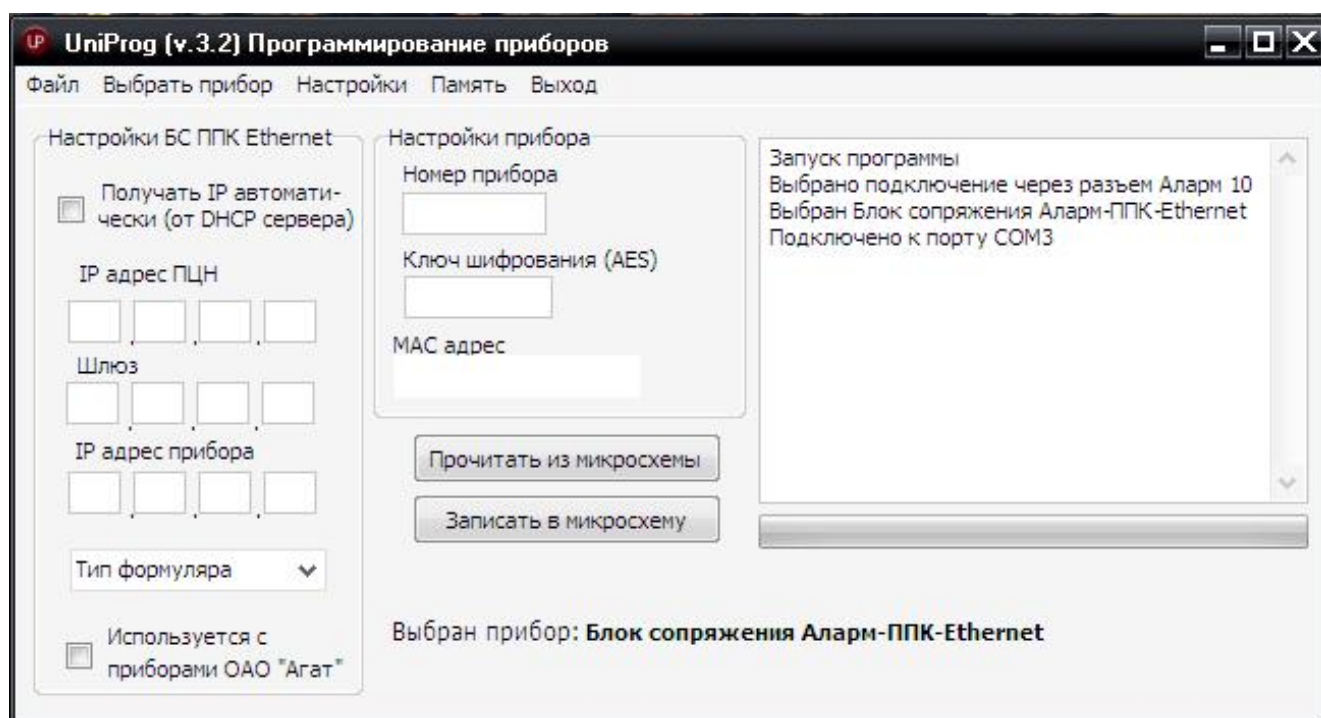

Рисунок 10
2.6.1 Заполните поле «Настройки БС ППК Ethernet» (рисунок 10). Для этого в соответствии с Вашей картой сети введите IP адрес ПЦН, шлюз, IP адрес прибора, тип формуляра, а также проставьте отметку «Используется с приборами ОАО «Агат»», если блок предполагается использовать с этим типом приборов.